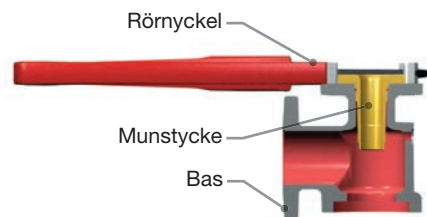

Bild 20: Avlägsna munstycket från basen
19. Använd en stor rörtång på munstycksflänsen för att ta bort munstycket (2) från basen (1) (se bild 20).